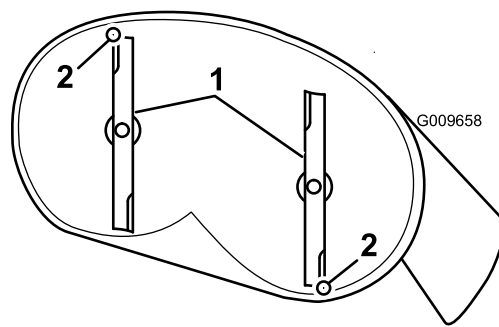

Figura 56
4. Gire cuidadosamente las cuchillas, colocándolas en el sentido de avance de la máquina (Figura 56).
5. Mida entre la punta de la cuchilla delantera y la superficie plana y entre la punta de la cuchilla trasera y la superficie plana (Figura 56).
a 5/16 pulgada) más baja que la punta de la cuchilla trasera (Figura 56).